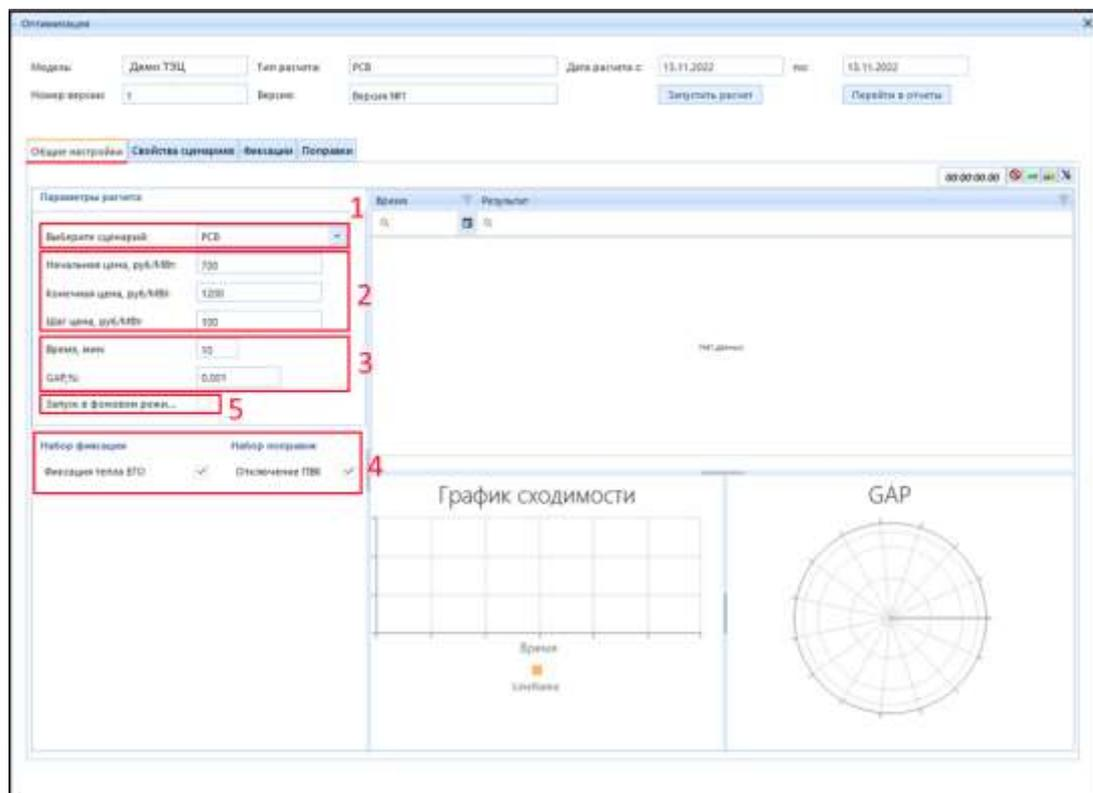

Рисунок 3.4.28 – Окно «Оптимизация» вкладка «Общие настройки»
После успешного заполнения «Формы ввода» необходимо нажать ЛКМ кнопку «Выполнить расчет» (8), после чего откроется окно «Оптимизация» (рис. 3.4.28).